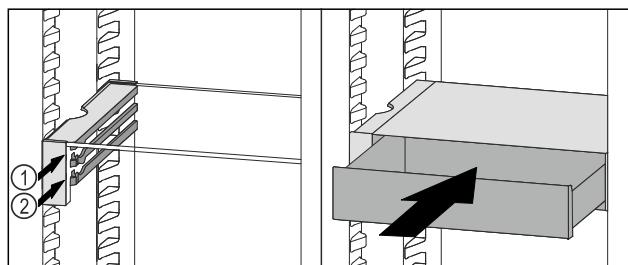

Fig. 119
- VarioSafe-Schubfach hinter den Stopfern auf gewünschter Rippe Fig. 119 (1) oder Fig. 119 (2) aufsetzen.